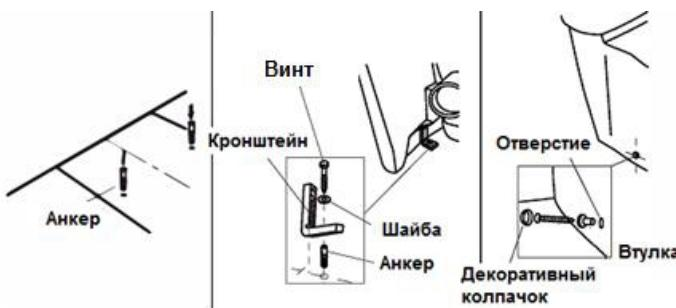

Рис. 8
3. Просверлите крепежные отверстия в отмеченных местах на полу и вставьте анкеры, если это необходимо (рис.8).
4. Поместите шайбу под каждый из винтов и закрепите кронштейны на полу (рис.8).
5. Расположите унитаз в отмеченном месте, при этом убедитесь, со сливной трубой установлено эффективное соединение (рис.8).
6. Установите пластиковые резьбовые втулки и используйте винты для крепления унитаза к кронштейнам. На крепежные винты наденьте декоративные хромированные колпачки (рис.8).